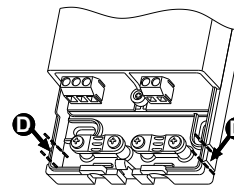

Fig. 4
Ingreso cables lateral: Eliminar con una pinza apta los dijets en plástico, como indican las flechas en de (D) Fig. 4.